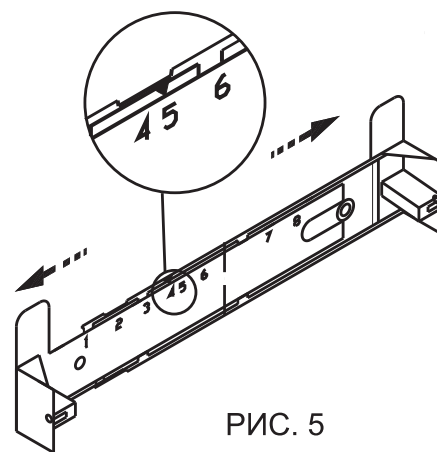

РИС. 5
- прежде чем прикрепить кронштейн к стене, необходимо выставить кронштейн на нужный размер (равный ширине верхней фальштрубы) рис.5.